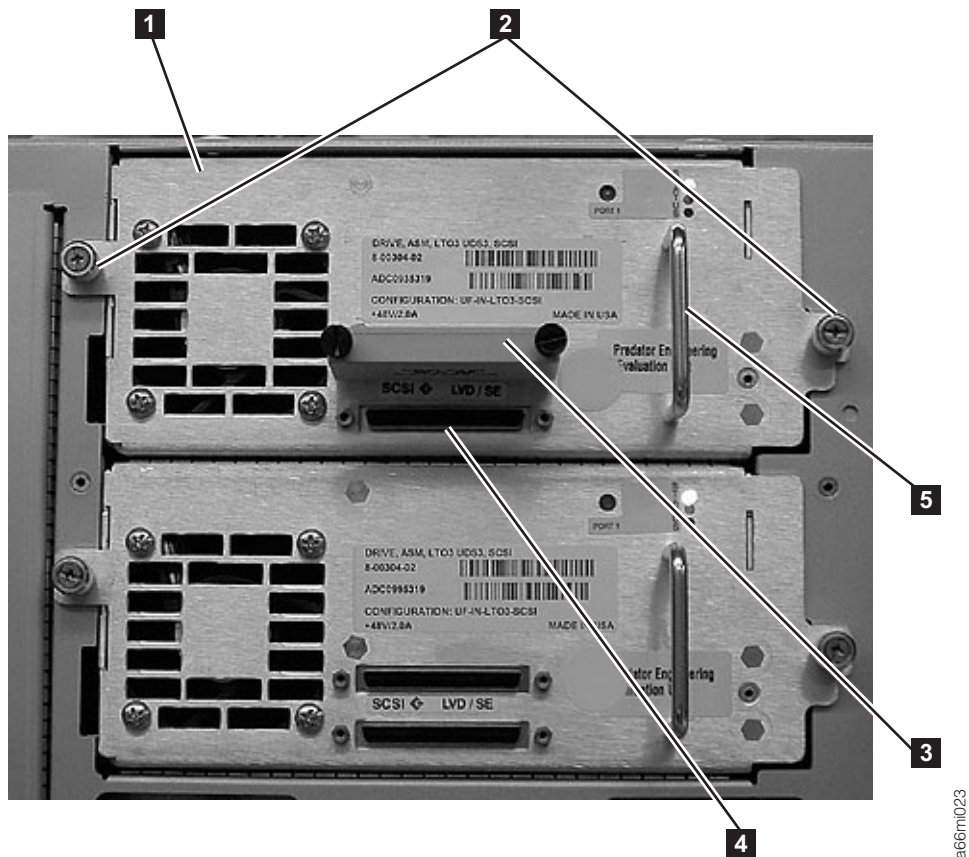

Figura 3-9. Guía de unidad SCSI (detalle)
1. Afloje los dos tornillos de mano (**2** de la Figura 3-9) que sujetan la guía de unidad en su posición girándolos en el sentido contrario a las agujas del reloj.
2. Para extraer la guía de unidad, sujete el asa (**5** de la Figura 3-9) y tire de la misma lentamente hacia usted, mientras sujeta la guía de unidad por la parte inferior.